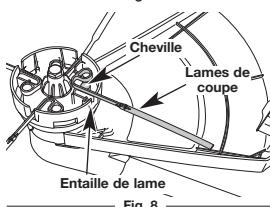

Fig. 8
2. Retournez la tête de coupe, saisissez une lame près de la tête de coupe et secouez-la de haut et en bas jusqu'à ce qu'elle se détache. (Fig. 8)
4. Tenez la nouvelle lame de façon à ce que la boucle à l'extrémité soit tournée vers l'extérieur et vers la droite. (Fig. 8)
5. Placez la boucle dans la cheville et ajustez-la de façon à ce qu'elle entre dans l'encoche dans la tête de coupe. (Fig. 8)
7. Répétez les étapes 4 à 6 jusqu'à ce que les 4 lames soient en place. (Fig. 8)